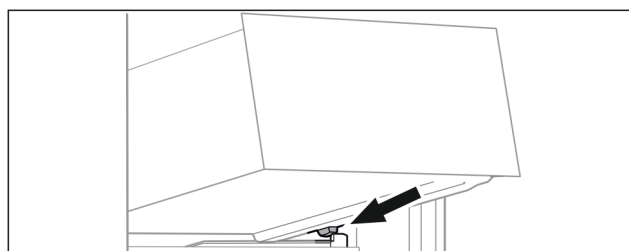

Fig. 69
- Sæt skuffen skråt bag stoppene på beholderristen. (se Fig. 69)